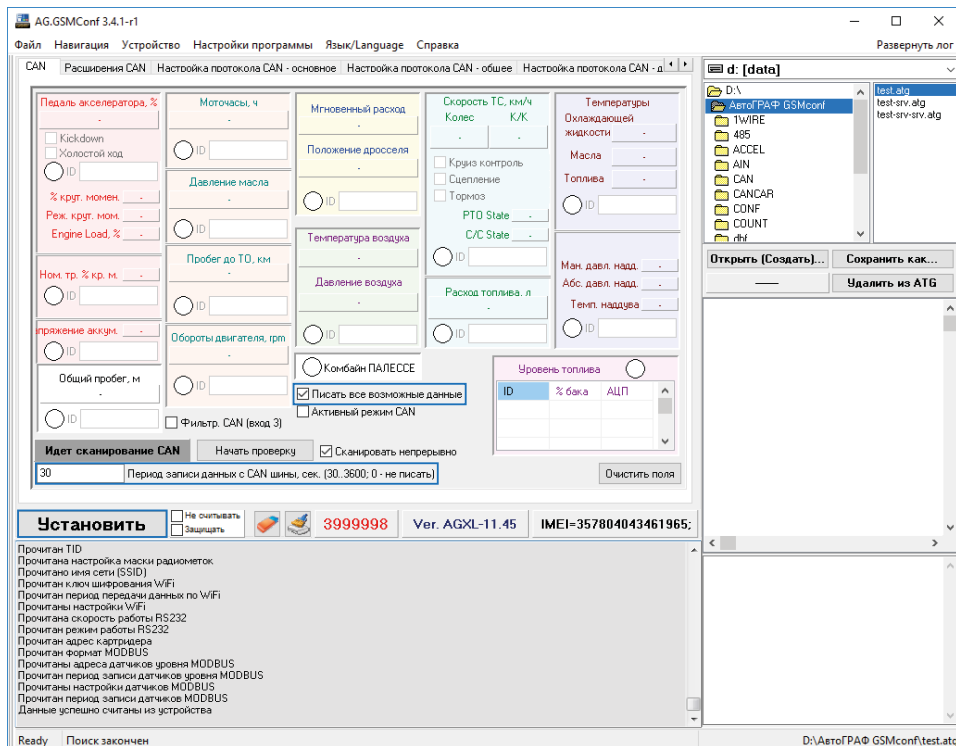

Рис.8. Настройка CAN шины.
7. Запустить на компьютере программу AG.GSMConf версии 3.1.3-r3 и выше. Перейти на вкладку «CAN», включить опцию «Писать все возможные данные» и установить период записи данных с шины CAN – 30 секунд. Сохранить настройки в контроллер «АвтоГРАФ» (Рис.8).
Устройство может быть подключено к контроллеру «АвтоГРАФ» по интерфейсу RS-232 (EIA/TIA-232-E). Для корректной работы интерфейс RS-232 контроллера должен быть предварительно настроен. Настройки задаются в программе AG.GSMConf (Рис.8):